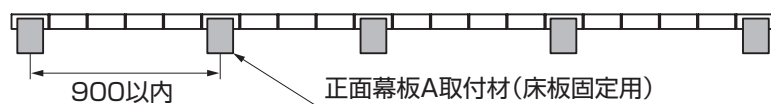
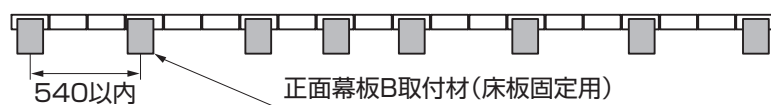

図14-1
図14-2
①正面幕板A取付材(床板固定用)、または正面幕板B取付材(床板固定用)を取付ける位置を確認してください。(図14-1、図14-2参照)